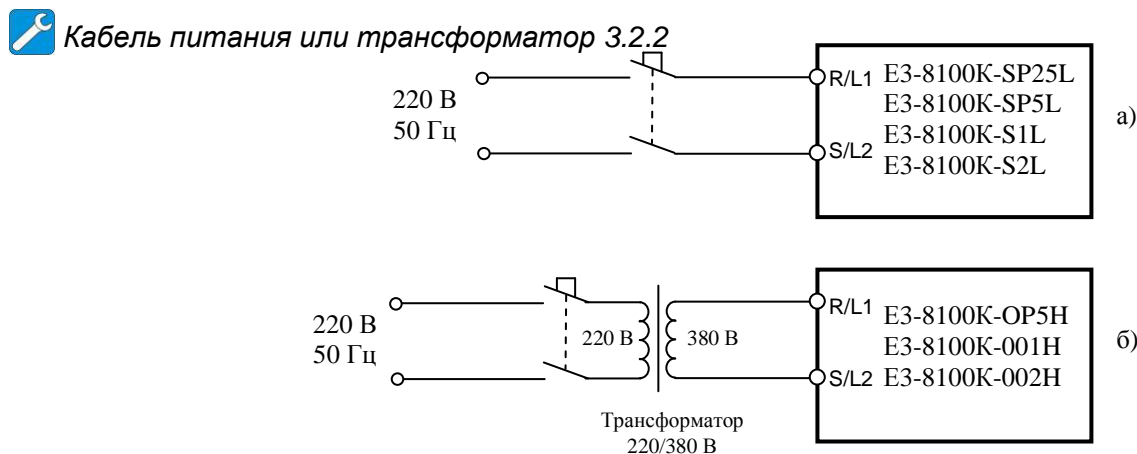

Рис. 4.3. Подключение ПЧ к сети: а) 220 В
4.4.1. В зависимости от модели ПЧ подключить преобразователь к электросети 1Ф~220 В или 3Ф ~380 В (к сети 1Ф ~220 В через трансформатор 220/380 В), как показано на рис. 4.3.